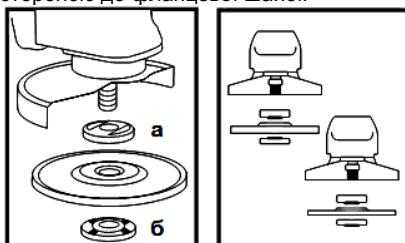

Рисунок 2
5.4 Встановіть на виріб шліфувальний або відрізний круг. Для цього натисніть на кнопку фіксації шпинделя (1) і поверніть шпиндель до такого положення, при якому він зафіксується. За допомогою вилочного ключа з комплекту виробу відверніть і зніміть затискну гайку (б) (дивіться рисунок 2). Встановіть шліфувальний диск на посадкове місце фланцевої шайби (а) (рисунок 2), наживіть рукою затискну гайку на шпиндель і затягніть її ключем з комплекту виробу.